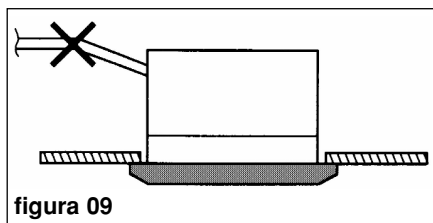

figura 09
- No instalar nunca la canalización con pendiente hacia arriba después de la salida. Se corre el riesgo de retorno del agua cuando la unidad está parada (figura 09).